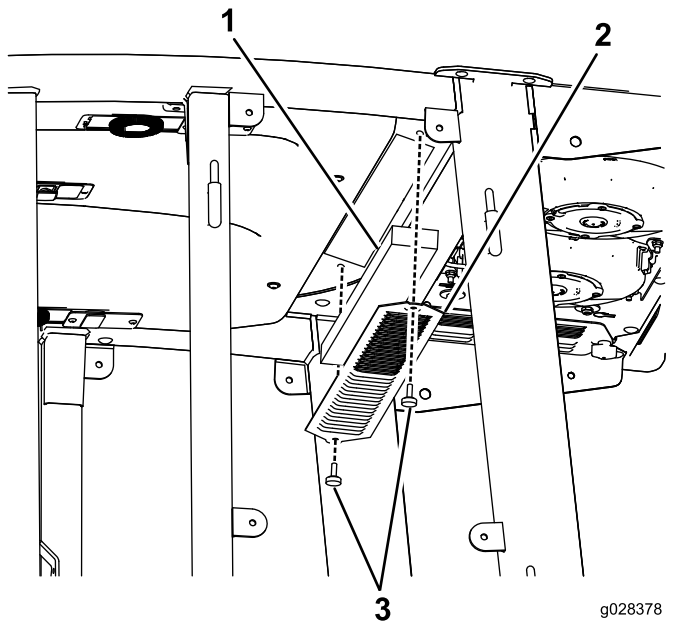
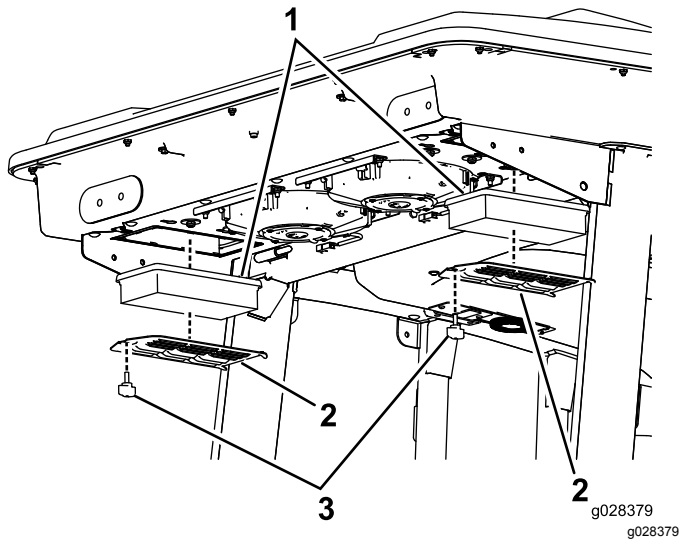
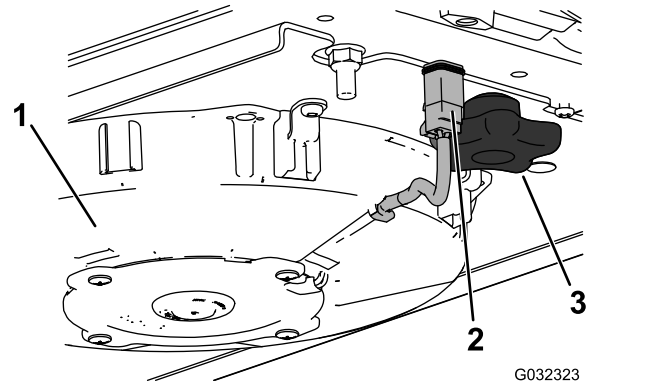
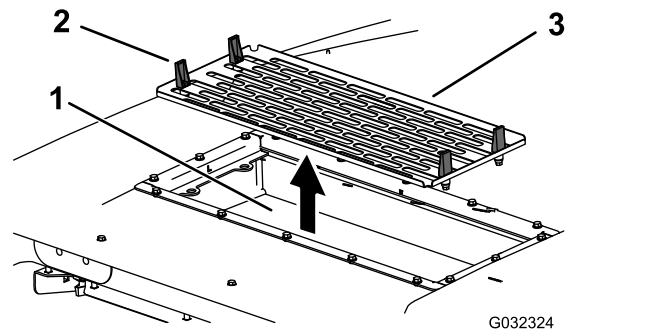

図 148
図 149
図 150
図 151
1. 室内用と後部用のエアフィルタからねじを外して格子を外す 図 148 と 図 149。
2. 各ファンの配線を外す 図 150。
4. エアコンアセンブリのラッチ4個を外してスクリーンを取り外す 図 151。
5. エアフィルタを取り外す 図 149。
7. エアフィルタ、スクリーン、ファンアセンブリを取り付ける 図 149、図 150、図 151。
8. 各ファンの配線を元通りに接続する 図 150。